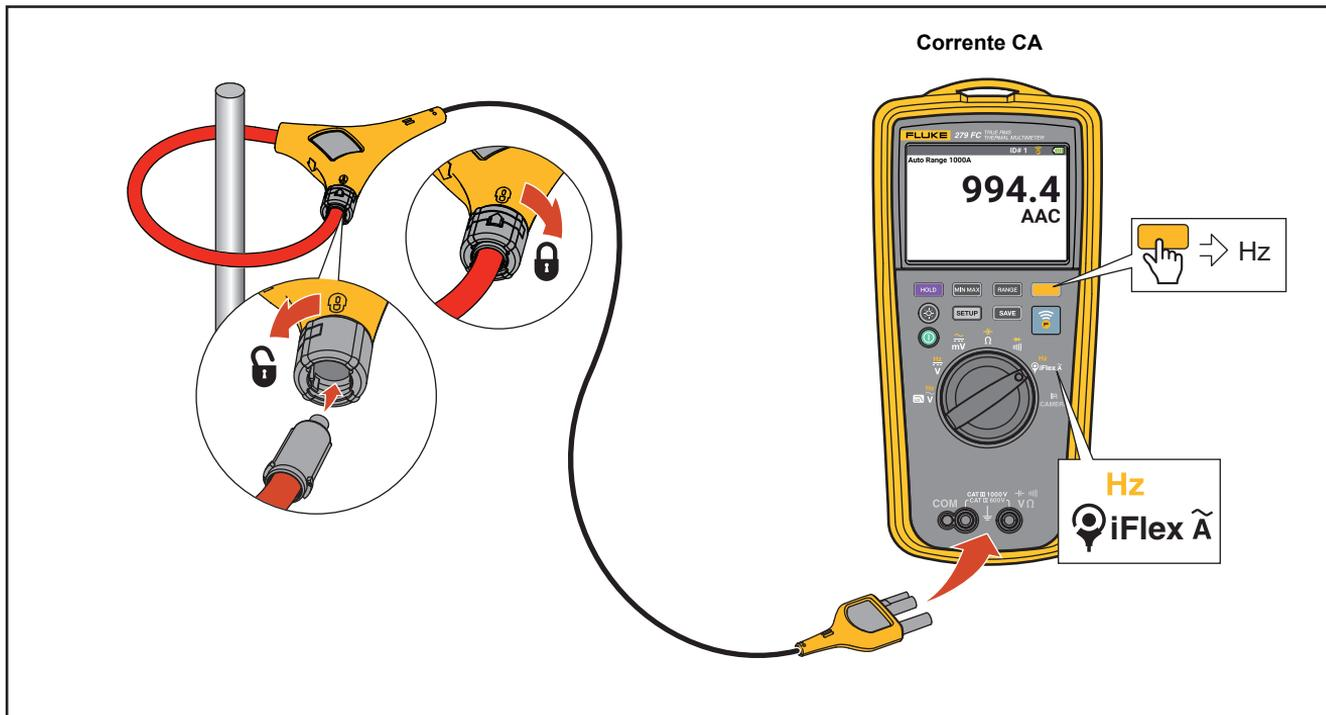

Figura 10. Misure di corrente alternata
- Misure di corrente alternata. Vedere la Figura 10.
1. Collegare il puntale di corrente iFlex all'ingresso del Multimetro. Vedere la Figura 10.